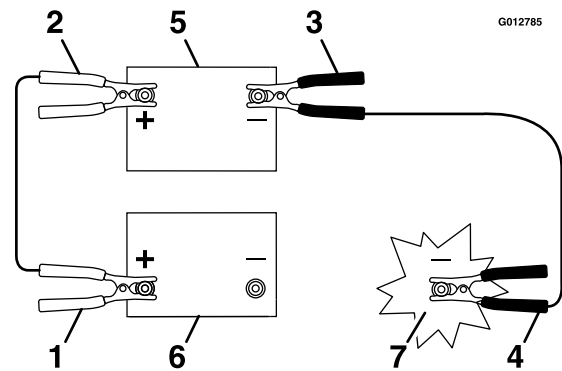

Figure 43
3. Connectez le câble positif (+) à la borne positive (+) de la batterie à plat qui est reliée au démarreur ou au solénoïde, comme montré à la Figure 43.